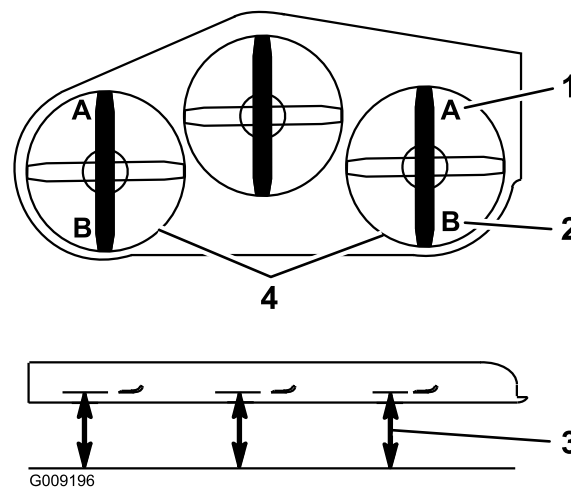

Figure 95
9. De chaque côté du tablier de coupe, mesurez la distance entre la surface plane et la pointe avant de la lame (position A). La distance obtenue doit être de 7,6 cm (3 po); voir Figure 95.
15. De chaque côté du tablier de coupe, mesurez la distance entre la surface plane et la pointe arrière de la lame (position B). La distance obtenue doit être de 8,3 cm (3,25 po); voir Figure 95.